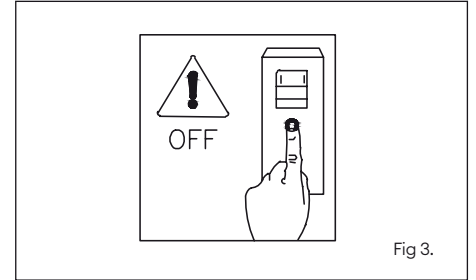

Fig 3.
2. Isolate the mains supply prior to wiring (Fig 3).
2. Isolez l'alimentation secteur avant de procéder au câblage (fig. 3).
2. Isolare l'alimentazione di rete prima del cablaggio (Fig. 3).